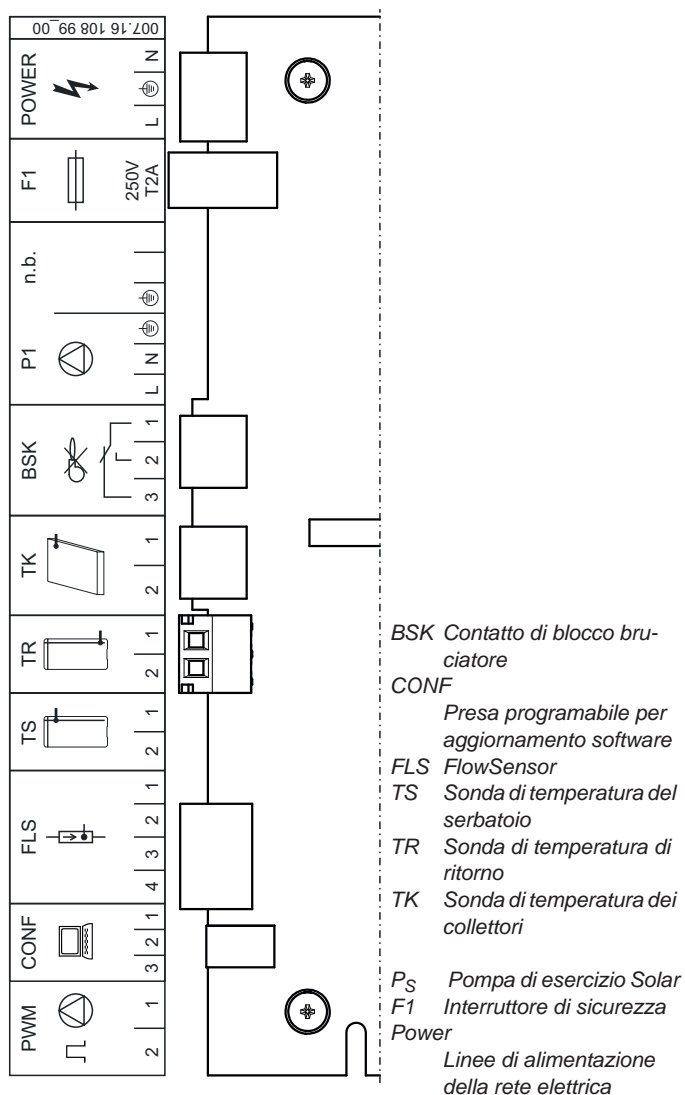

Fig. 4-23 Assegnazione collegamenti
6. Collegare il cavo del FlowSensor sul FlowSensor (c) e sulla scheda della centralina Solaris R4 alla posizione FLS (a 4 poli, v. fig. 4-23).
4. Collegare il connettore di scheda della centralina alla posizione TK (a 2 poli, v. fig. 4-23).